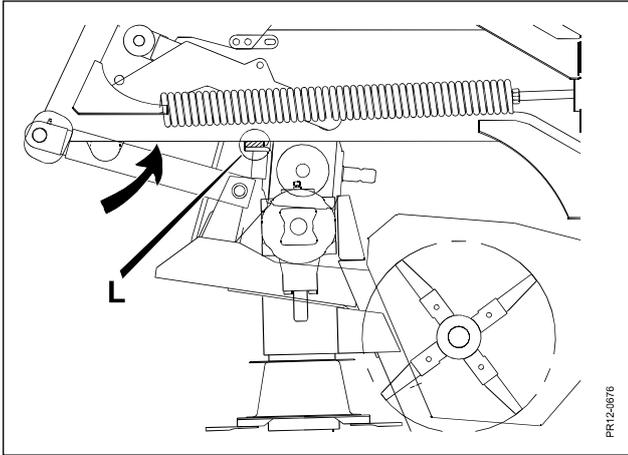

Fig. 3-11
**Fig. 3-11** Die Schneideinheit der Maschine kann sich etwa 315 mm senkrecht im Verhältnis zu Toprahmen bewegen. Es ist der Hydraulikzylinder, der die Bewegung nach unten begrenzt, während es ein mechanischer Plaststopp **L** die Bewegung nach unten begrenzt.